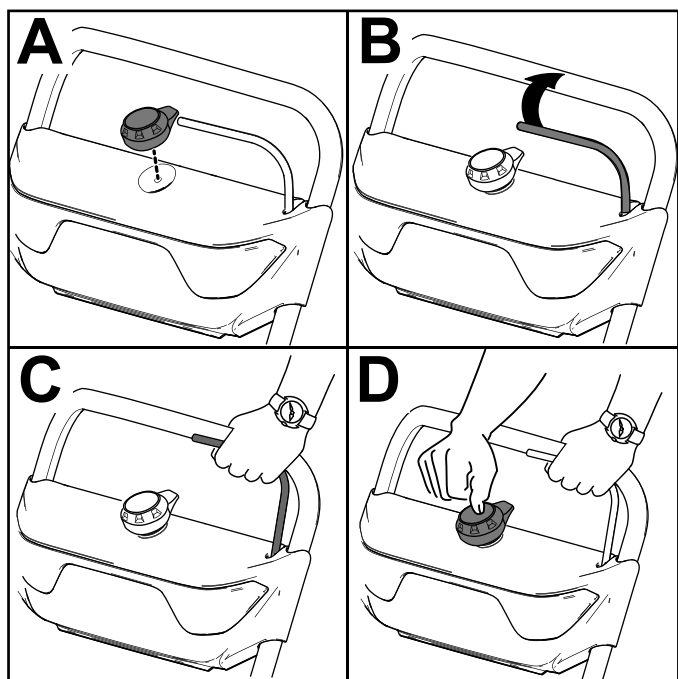

Figura 11
2. Introduceți butonul de pornire electrică în demaror (A din Figura 11).
3. Strângeți maneta și înși-o strângeți spre mâner (B și C din Figura 11).
4. Apăsai butonul de pornire electrică și menineți-l apăsat până când pornește motorul (D din Figura 11).